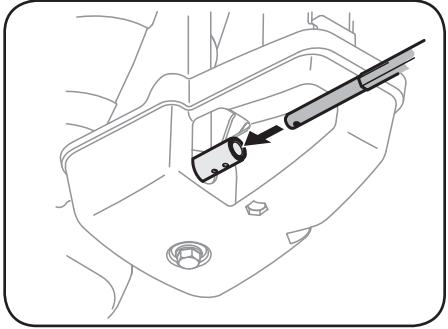

Figure 2-16
2. Insérez l'extrémité ronde de la tige dirigeant vers le haut) au fond dans la commande de la goulotte. Voir la Figure 2-16.